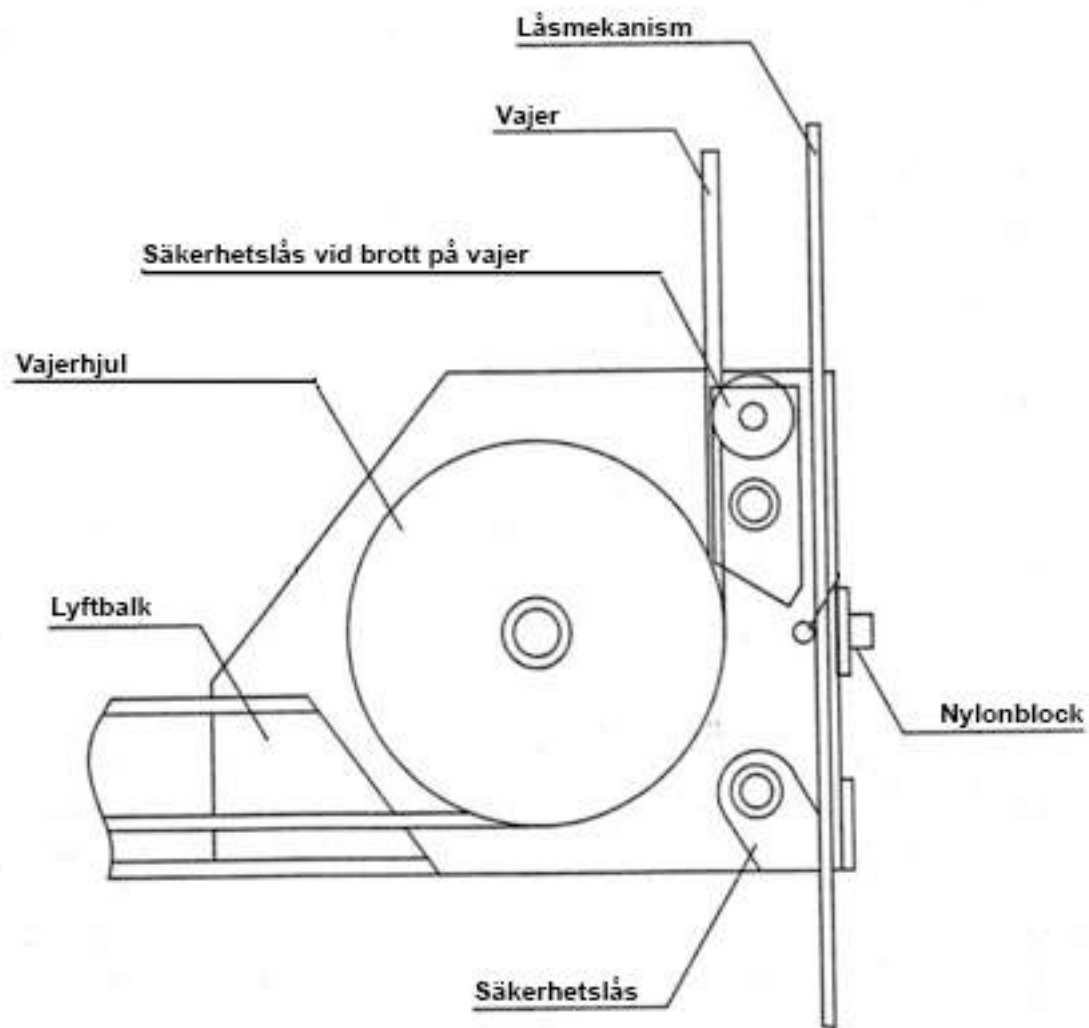

Fig. 11 – Montering av vajer på tvärbalken
6. Placera tvärbalken på sidan så att vajern kan föras genom hjul och upp längs säkerhetslåsen (se fig. 11 där det visas hur vajern ska monteras så att den ligger upp längs säkerhetslåsen). Detta görs på båda sidor av tvärbalken.